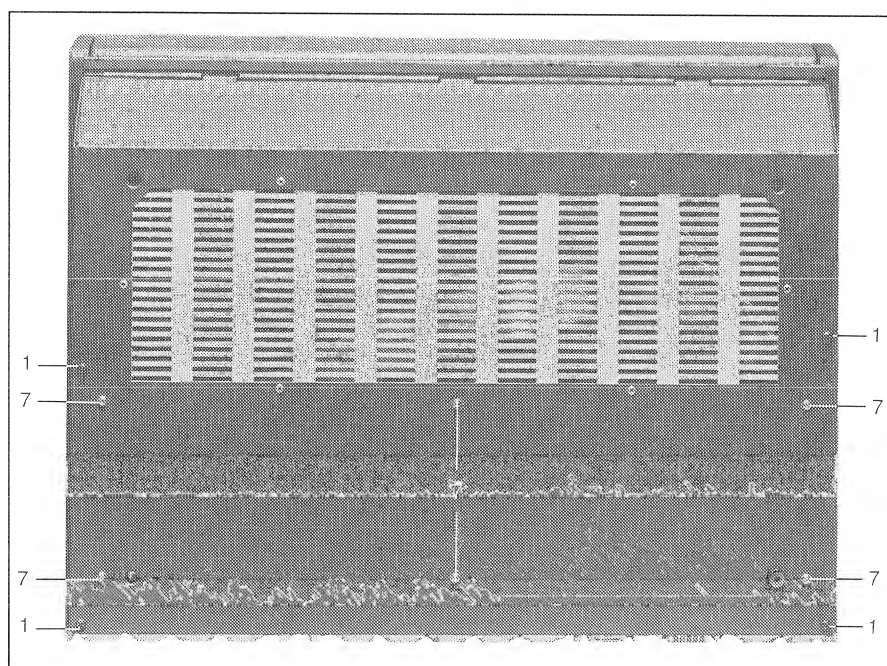

Fig. 1
- Die vier Befestigungsschrauben Fig. 1 [1] lösen.
- 6 Schrauben Fig. 1 [7] entfernen.